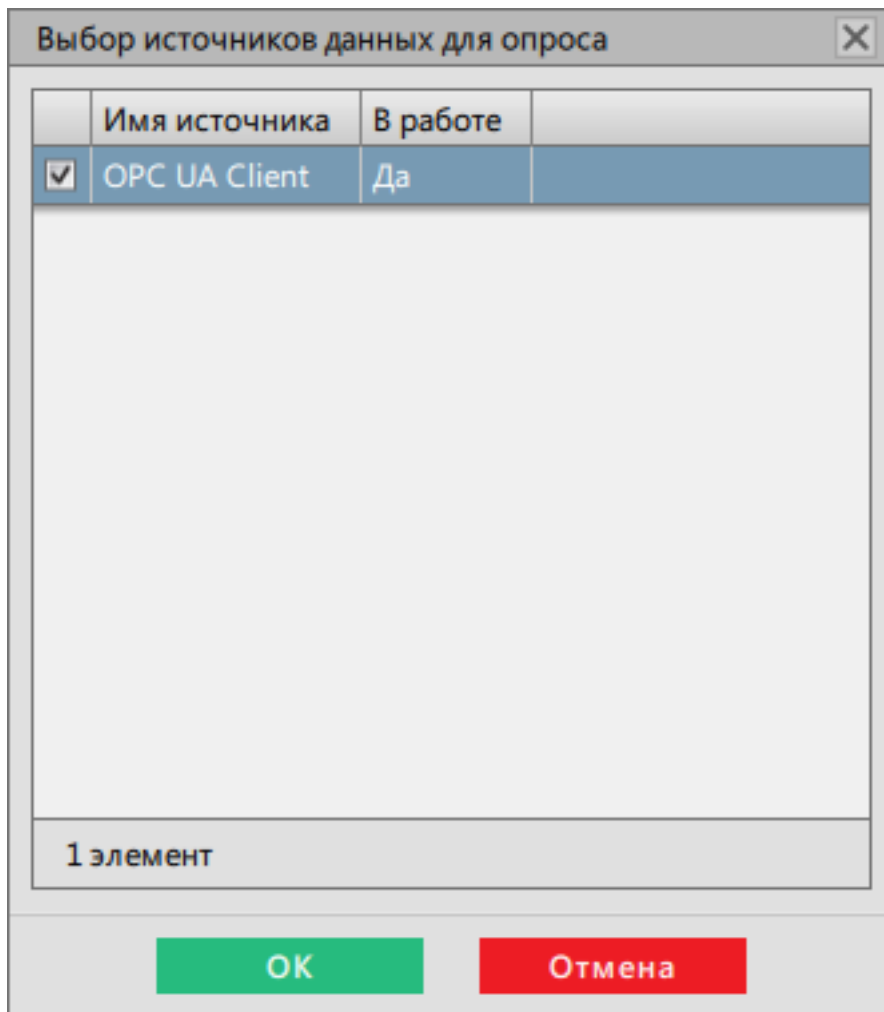

Рисунок 222 - Выбор источников данных для опроса
15. Выберите источник данных для опроса из п.3 и нажмите **ОК** (Рисунок 222).